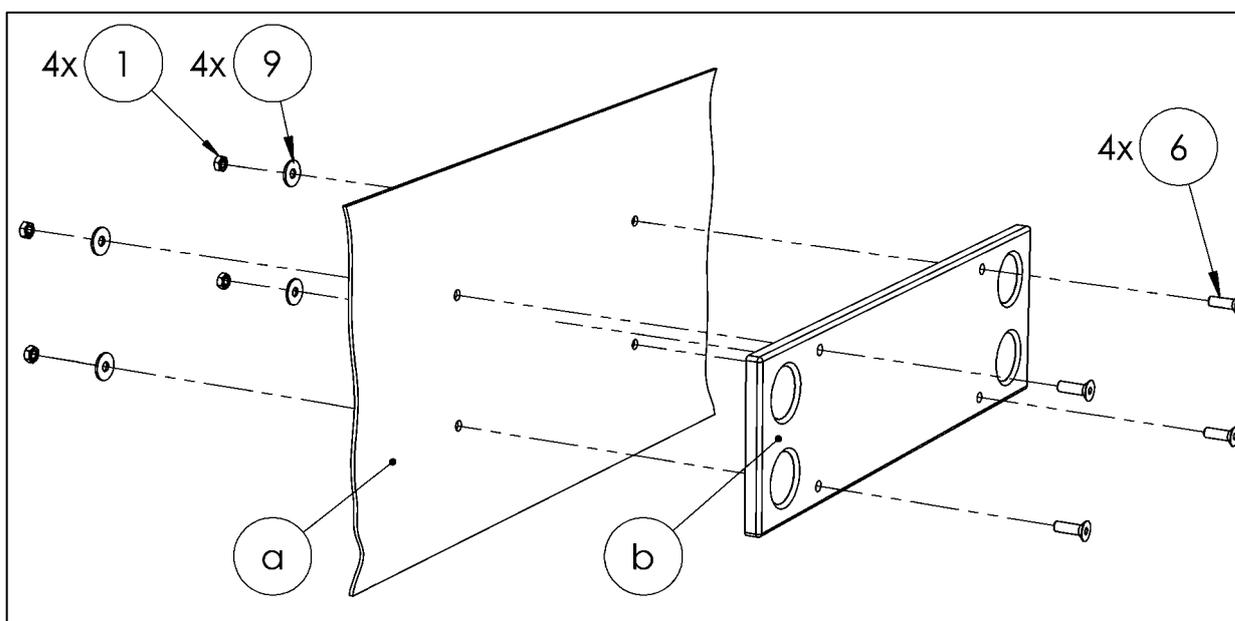

Fig. 32
- Dirija el cable del panel de control (b) hasta el área de carga de modo que pueda fijarse a la puerta derecha (a) (protéjalo contra torceduras y asegúrese de que la longitud del cable sea la correcta para la puerta completamente abierta, use tubería corrugada si es necesario) (vea Fig. 32).